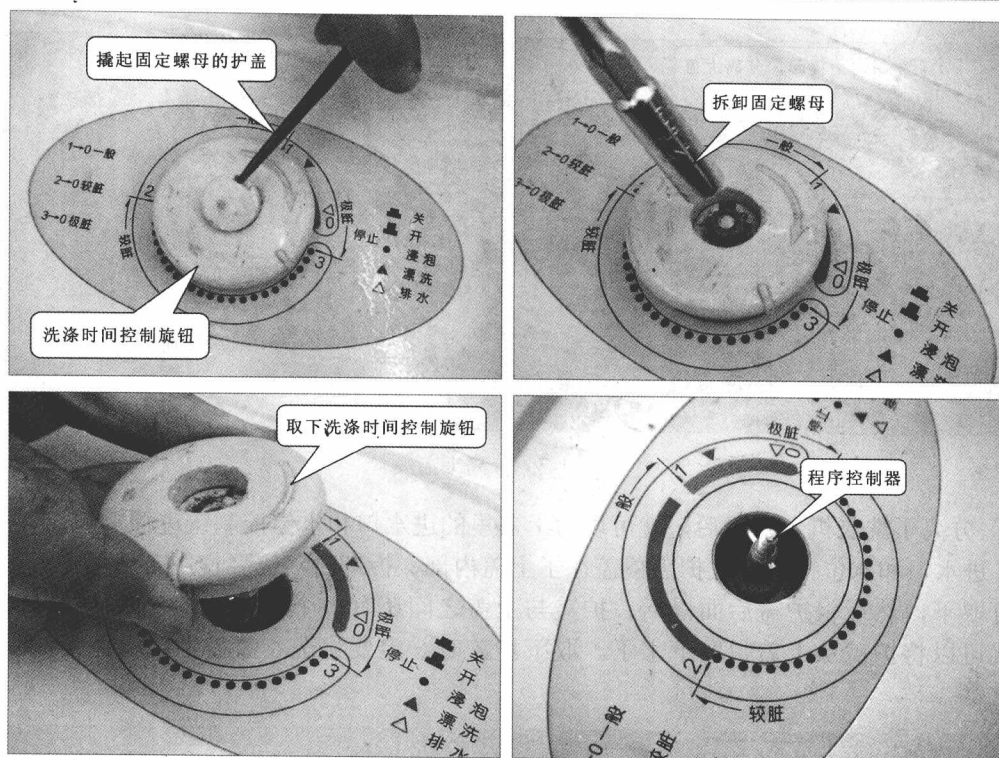

图 1-5 洗涤时间选择旋钮的拆卸
③ 海尔小小神童迷你型洗衣机用于控制洗涤时间的旋钮是由一个螺母固定的,取下来的时候,需要将覆盖固定螺母的护盖撬开,然后将其取下来,如图 1-5 所示。